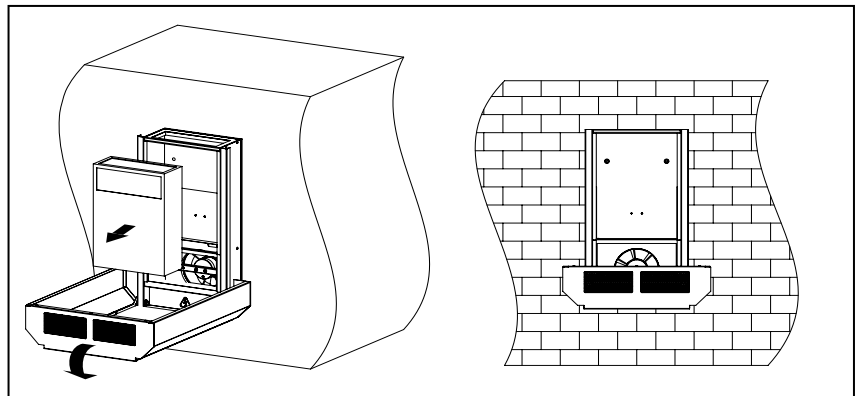

Рис. 8.
- а) Снимите лицевую панель и извлеките рекуператор, рис. 8;